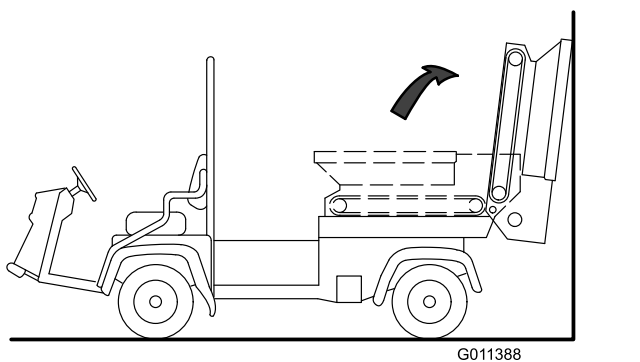

Figura 33
5. Ruotate la tramoggia all'indietro e appoggiatela a una parete, scala, ecc. Non appoggiatela alla parte posteriore della macchina, in quanto potrebbero prodursi danni alla spazzola o agli accoppiatori idraulici (Figura 33).
Importante: Accertatevi che la tramoggia sia ruotata oltre il centro e/o fissata a una parete o a un palo per evitarne la caduta accidentale sull'area di lavoro (Figura 33).